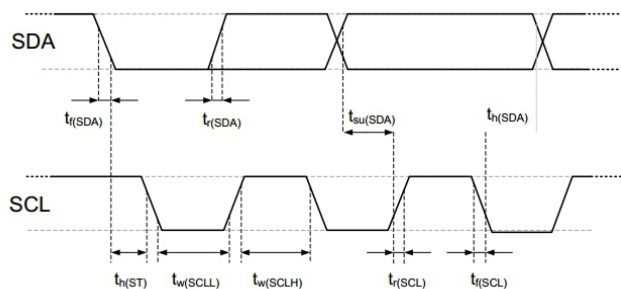

图12 数字输入/输出端的时序图、缩略语在表 8 中进行了解释。较粗的 SDA 线由传感器控制、普通的 SDA线由单片机控制。请注意 SDA 有效读取时间由前一个转换的下降沿触发。
SDA 引脚用于传感器的数据输入和输出。当向传感器发送命令时，SDA 在串行时钟（SCL）的上升沿有效，且当 SCL 为高电平时，SDA 必须保持稳定。在 SCL 下降沿之后，SDA 值可被改变。为确保通信安全，SDA 的有效时间在 SCL 上升沿之前和下降沿之后应该分别延长至 TSU and TH0 -参考图 12。当从传感器读取数据时，SDA 在 SCL 变低以后有效 (TV)，且维持到下一个 SCL 的下降沿。
电气特性，如功耗、输入和输出的高、低电平电压等，依赖于电源供电电压。为了使传感器通讯顺畅，很重要的一点是，确保信号设计严格限制在表 7、8 和图 12 所给出的范围内）。
表 8 I²C 快速模式数字输入/输出端的时序特性。具体含义在图12 有所显示。除非另有注明。